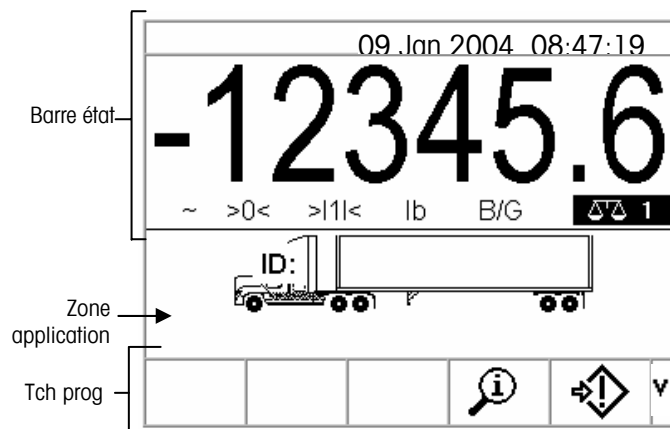
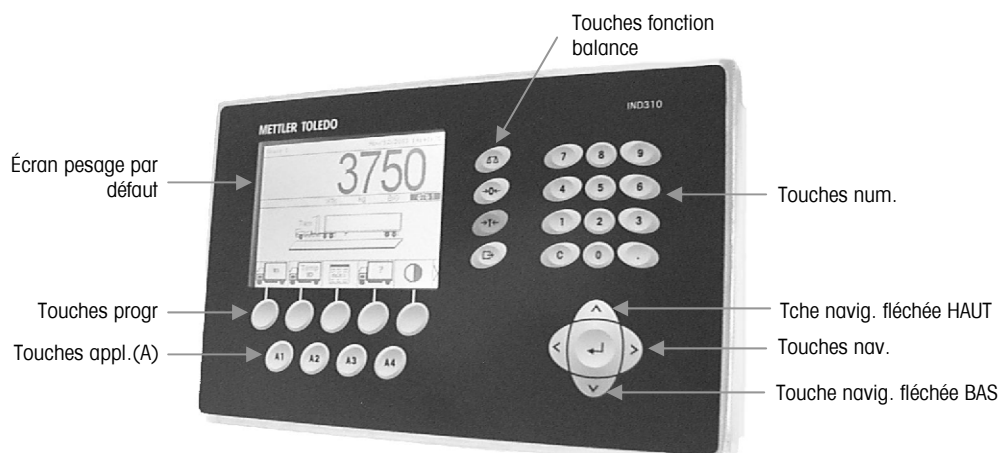
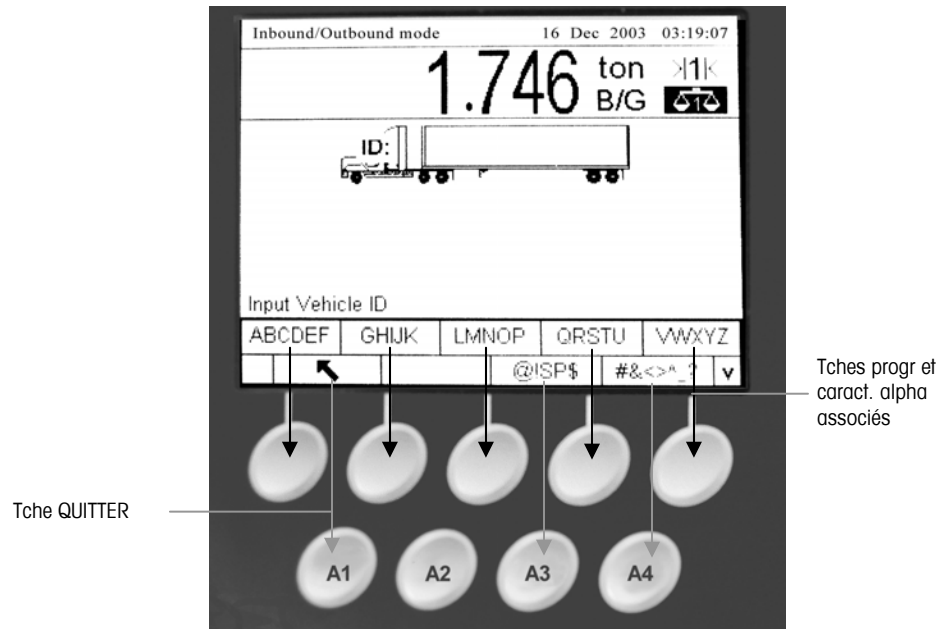

Figure 2-3 : Écran de pesage par défaut
Figure 2-4: Emplacements des touches et écran de pesage par défaut
Figure 2-5: Touches alphabétiques
Figure 2-3 illustre l'emplacement de chacune des sections.
La zone d'application affiche l'application active. À titre d'exemple, la zone d'application illustrée sur la Figure 2-3 indique que l'ID du véhicule courant doit être saisi.
Les emplacements des touches énumérées ci-dessus et l'écran des opérations de pesage par défaut sont illustrés sur la Figure 2-4.
Cinq touches programmables sont situées en bas de l'écran (voir Figure 2-4). Certains écrans peuvent comporter jusqu'à trois pages de touches programmables permettant de bénéficier de 15 autres fonctions. Une icône fléchée vers le BAS  affichée à l'angle droit de l'écran (à l'extrême droite des icônes de touches programmables) indique que des touches supplémentaires sont disponibles. Appuyez sur la touche de navigation fléchée vers le BAS pour afficher les écrans des touches programmables additionnelles. Appuyez sur la touche de navigation fléchée vers le HAUT pour afficher l'écran précédent des touches programmables.
Les touches d'application (touches A) sont situées sous les touches programmables (voir Figure 2-4) et sont libellées ainsi
Les touches de fonction de la balance (voir Figure 2-4) sont :
Les touches de navigation (voir Figure 2-4) activent la navigation dans l'arborescence du menu de configuration, les écrans de configuration et les écrans d'application. Les touches de navigation sont :
Le pavé numérique du terminal est doté de 12 touches (voir Figure 2-4) qui permettent de saisir les données et les commandes.
Sur certaines pages de configuration, les touches programmables et les touches d'application fonctionnent comme des touches alphabétiques (voir Figure 2-3) qui sont utilisées pour saisir les caractères alphabétiques des paramètres de configuration tels que les mots de passe. (Figure 2-5)
Pour utiliser les touches alphabétiques, placez le curseur dans l'emplacement de saisie des données (voir Touches de navigation), appuyez sur la touche programmable ou la touche d'application associée à l'ensemble souhaité des caractères alphabétiques tels qu'illustrés sur la Figure 2-5. Les touches programmables changent pour afficher tous les caractères alphabétiques inclus dans l'ensemble sélectionné des caractères alphabétiques. Utilisez les touches de navigation fléchées vers le Haut et vers le Bas (voir Figure 2-4) pour commuter entre les caractères en haut de casse haute et bas de casse. Appuyez sur la touche associée au caractère alphabétique spécifique souhaité pour la saisie des
Dans le menu principal des touches alphabétiques, appuyez sur la touche programmable QUITTER pour sortir sans enregistrer les données. Utilisez la touche EFFACER (C) (voir Touches numériques, Figure 2-4) pour supprimer les caractères alphabétiques inutiles.
2. Après avoir placé le véhicule sur la balance, appuyez sur la touche programmable ID VEHICULE. Une invite d'ID de véhicule s'affiche avec un curseur dans le champ ID véhicule. Les touches programmables et celles d'application deviennent des touches alphabétiques (voir Figure 2-5).